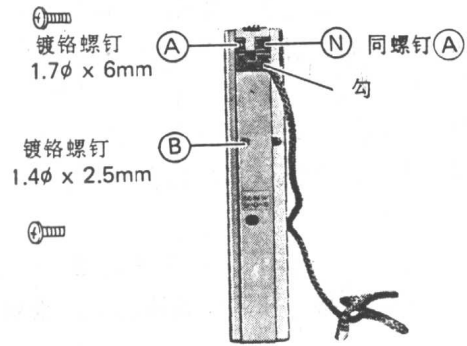
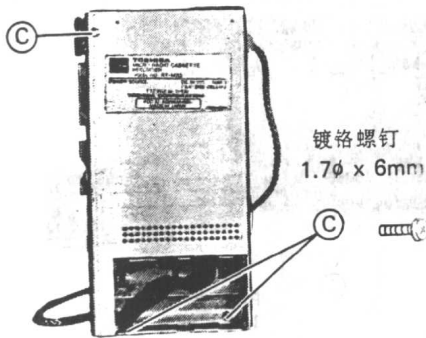
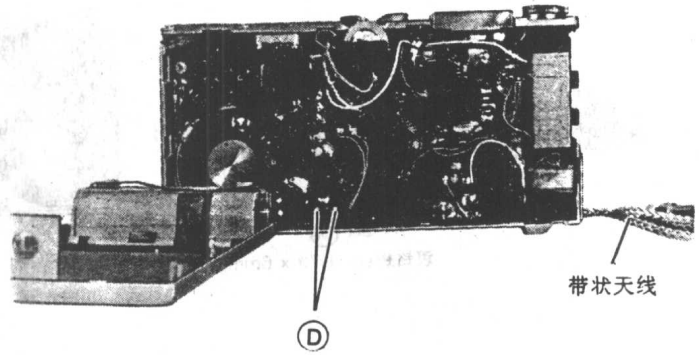

图 1-4
图 1-5
图 1-6
见图 1-4，拆下固定挂勾的螺钉Ⓐ和把后机壳固定到前机壳上的螺钉Ⓑ。拆下电池仓盖。见图 1-5，拆下后机壳边的一只螺钉Ⓒ和电池仓内的两只螺钉Ⓒ。见图 1-6，拆下与电池端头相连的两根导线Ⓓ（红和黑），即可拆下后机壳。
见图 1-4, 拆下固定挂勾座的螺钉⑮, 另一只螺钉在拆卸后机壳时已拆下。螺钉⑮型号同螺钉①。